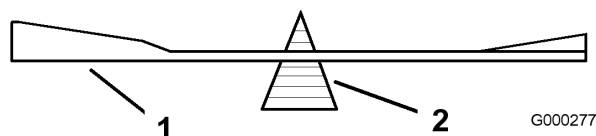

Figura 52
2. Verifique el equilibrio de la cuchilla colocándola sobre un equilibrador de cuchillas (Figura 52). Si la cuchilla se mantiene horizontal, está equilibrada y puede utilizarse. Si la cuchilla no está equilibrada,
rebaje algo el metal en la parte de la vela solamente (Figura 52). Repita este procedimiento hasta que la cuchilla esté equilibrada.